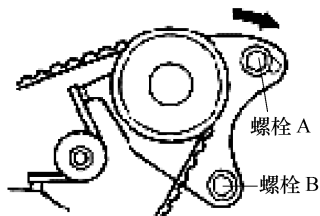

图 8-53 调整正时带张紧力
(2) 正时带张紧器 安装张紧器、张紧器弹簧和张紧器定距件。并在张紧器完全移至水泵一侧的情况下临时拧紧螺栓 A。用手指拧紧螺栓 B 但不完全拧紧, 如图 8-53 所示。
(3) 正时带
4) 如图 8-53 所示, 松开先前固定在水泵一侧张紧器螺栓 A 一圈至两圈, 利用张紧器弹簧张力张紧正时带。